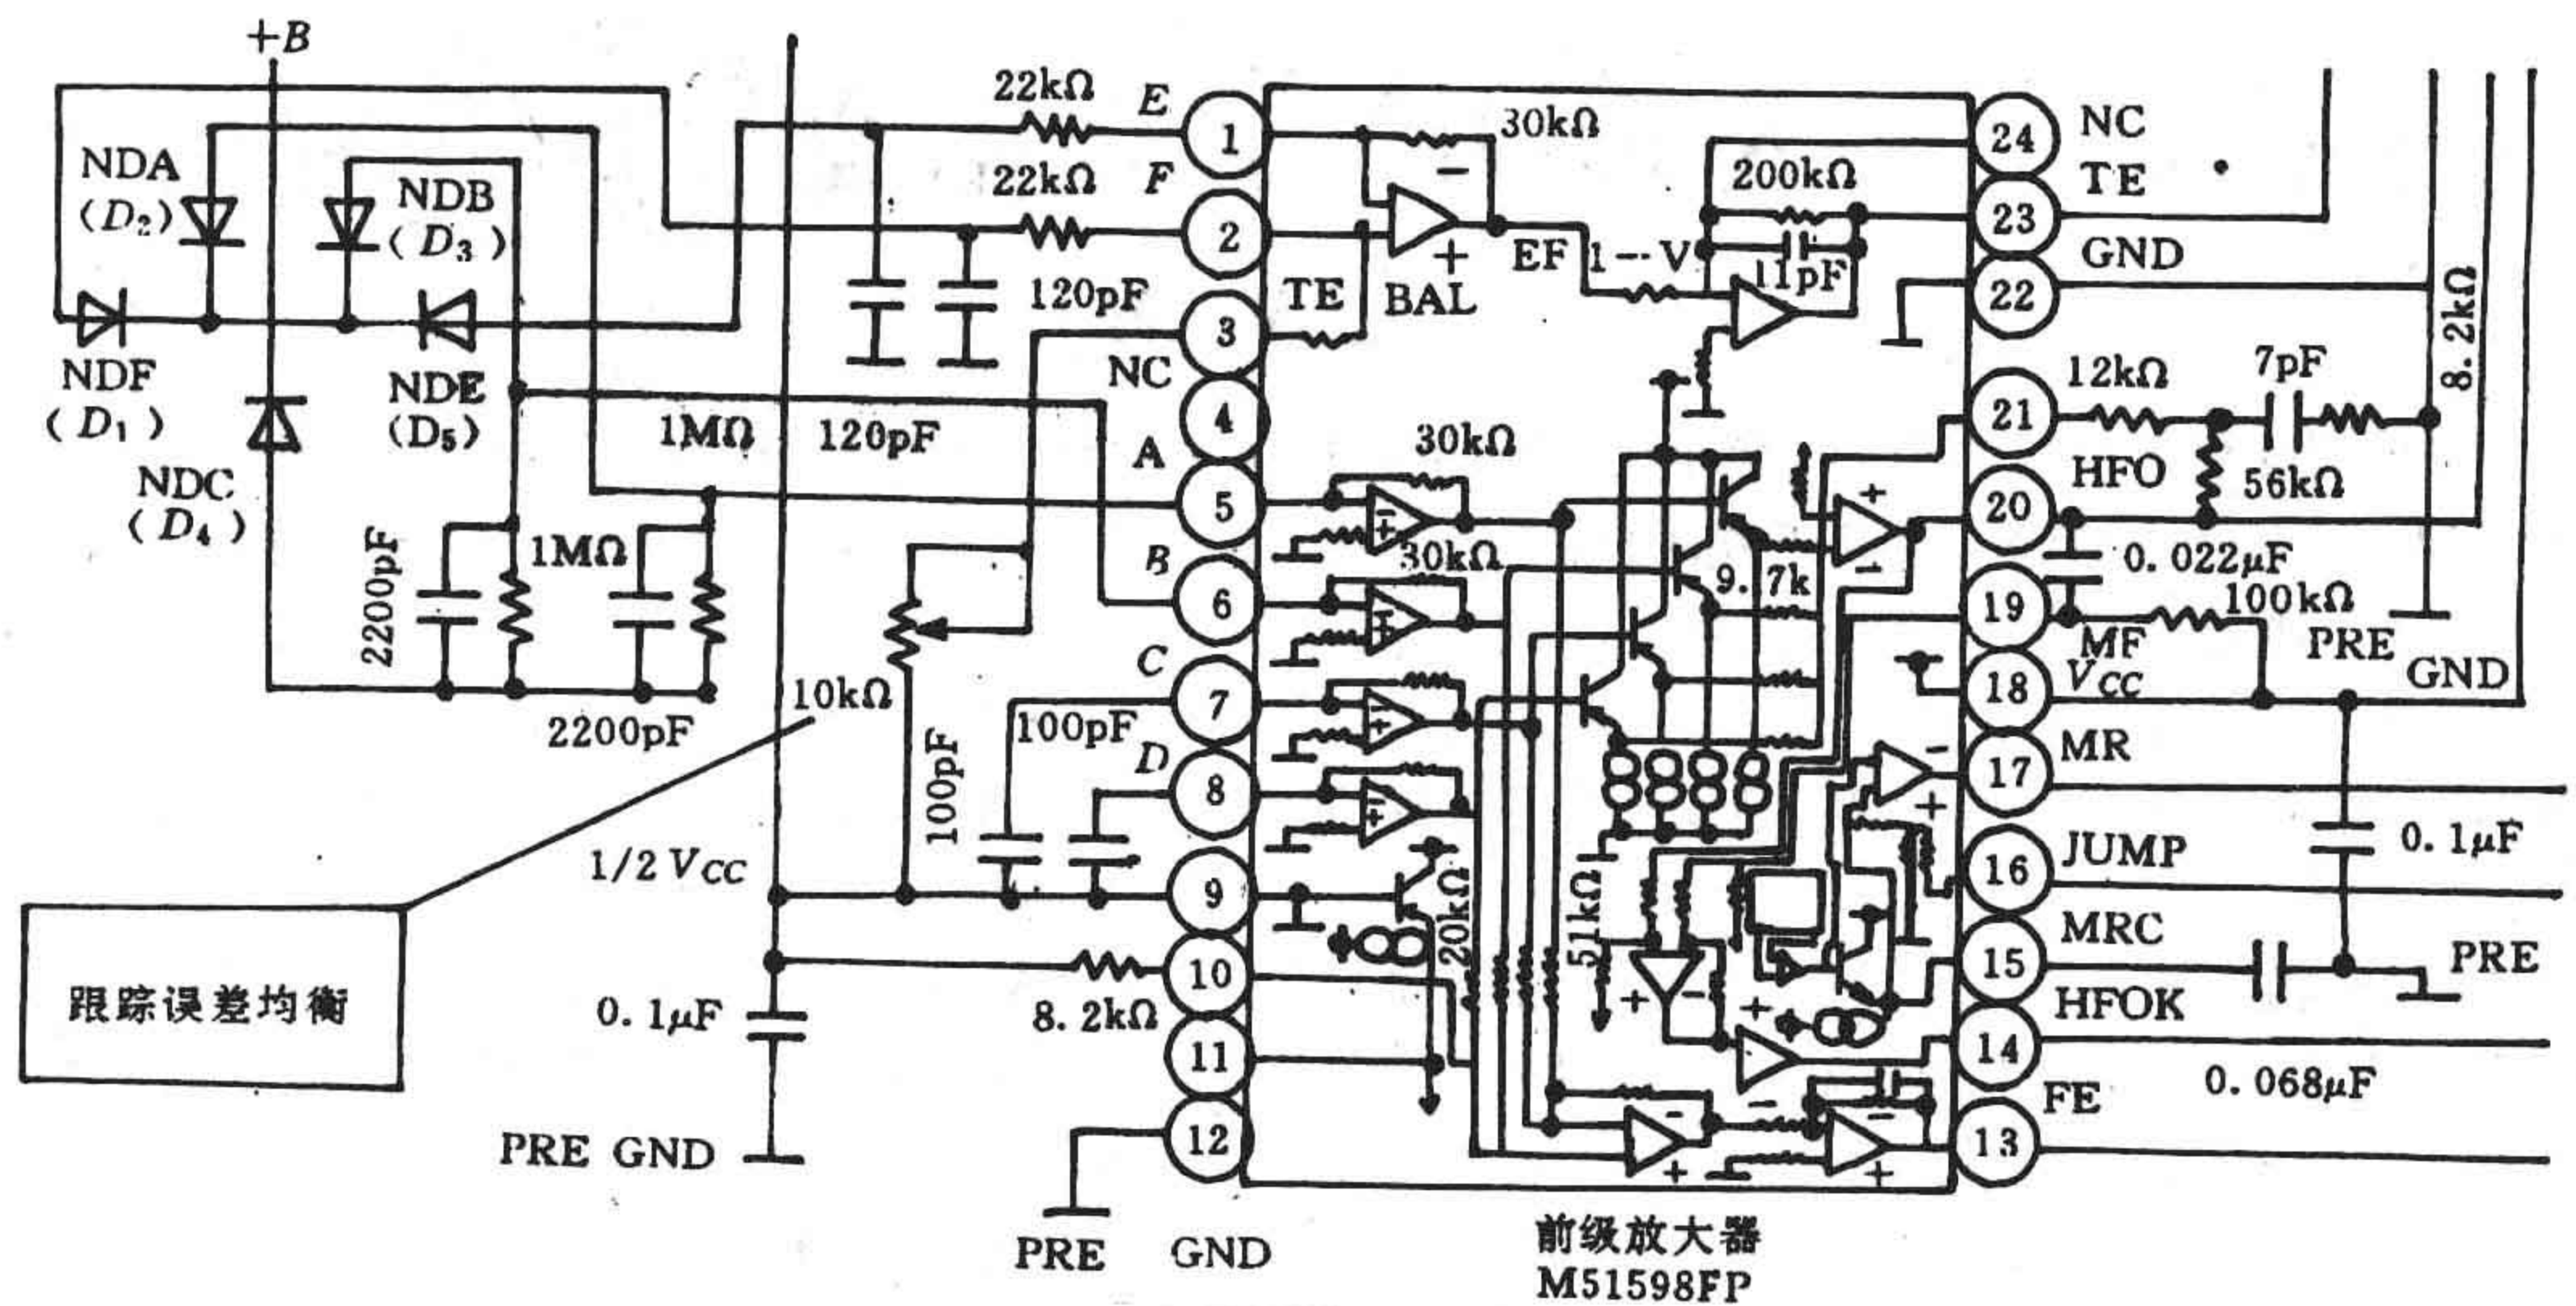
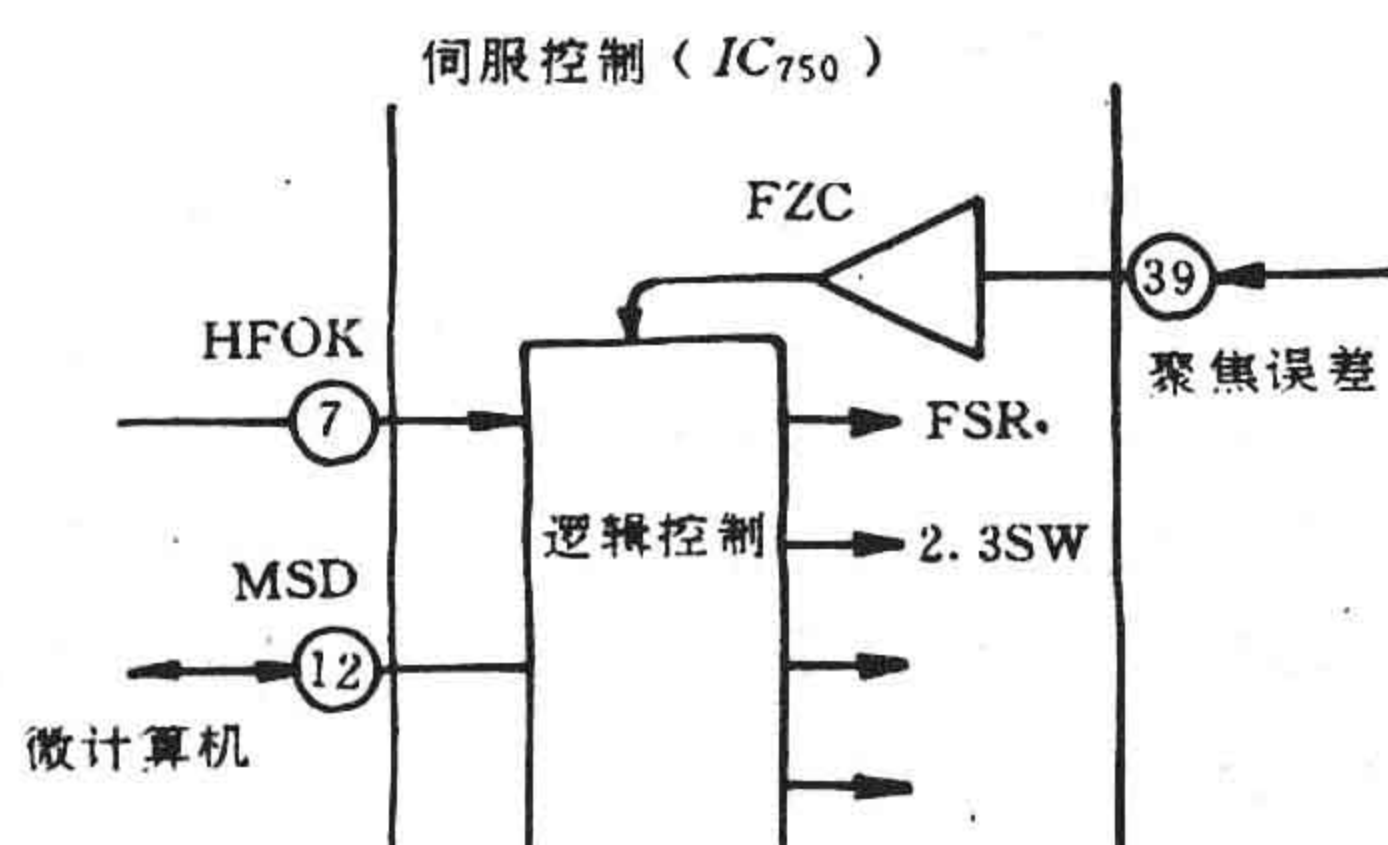
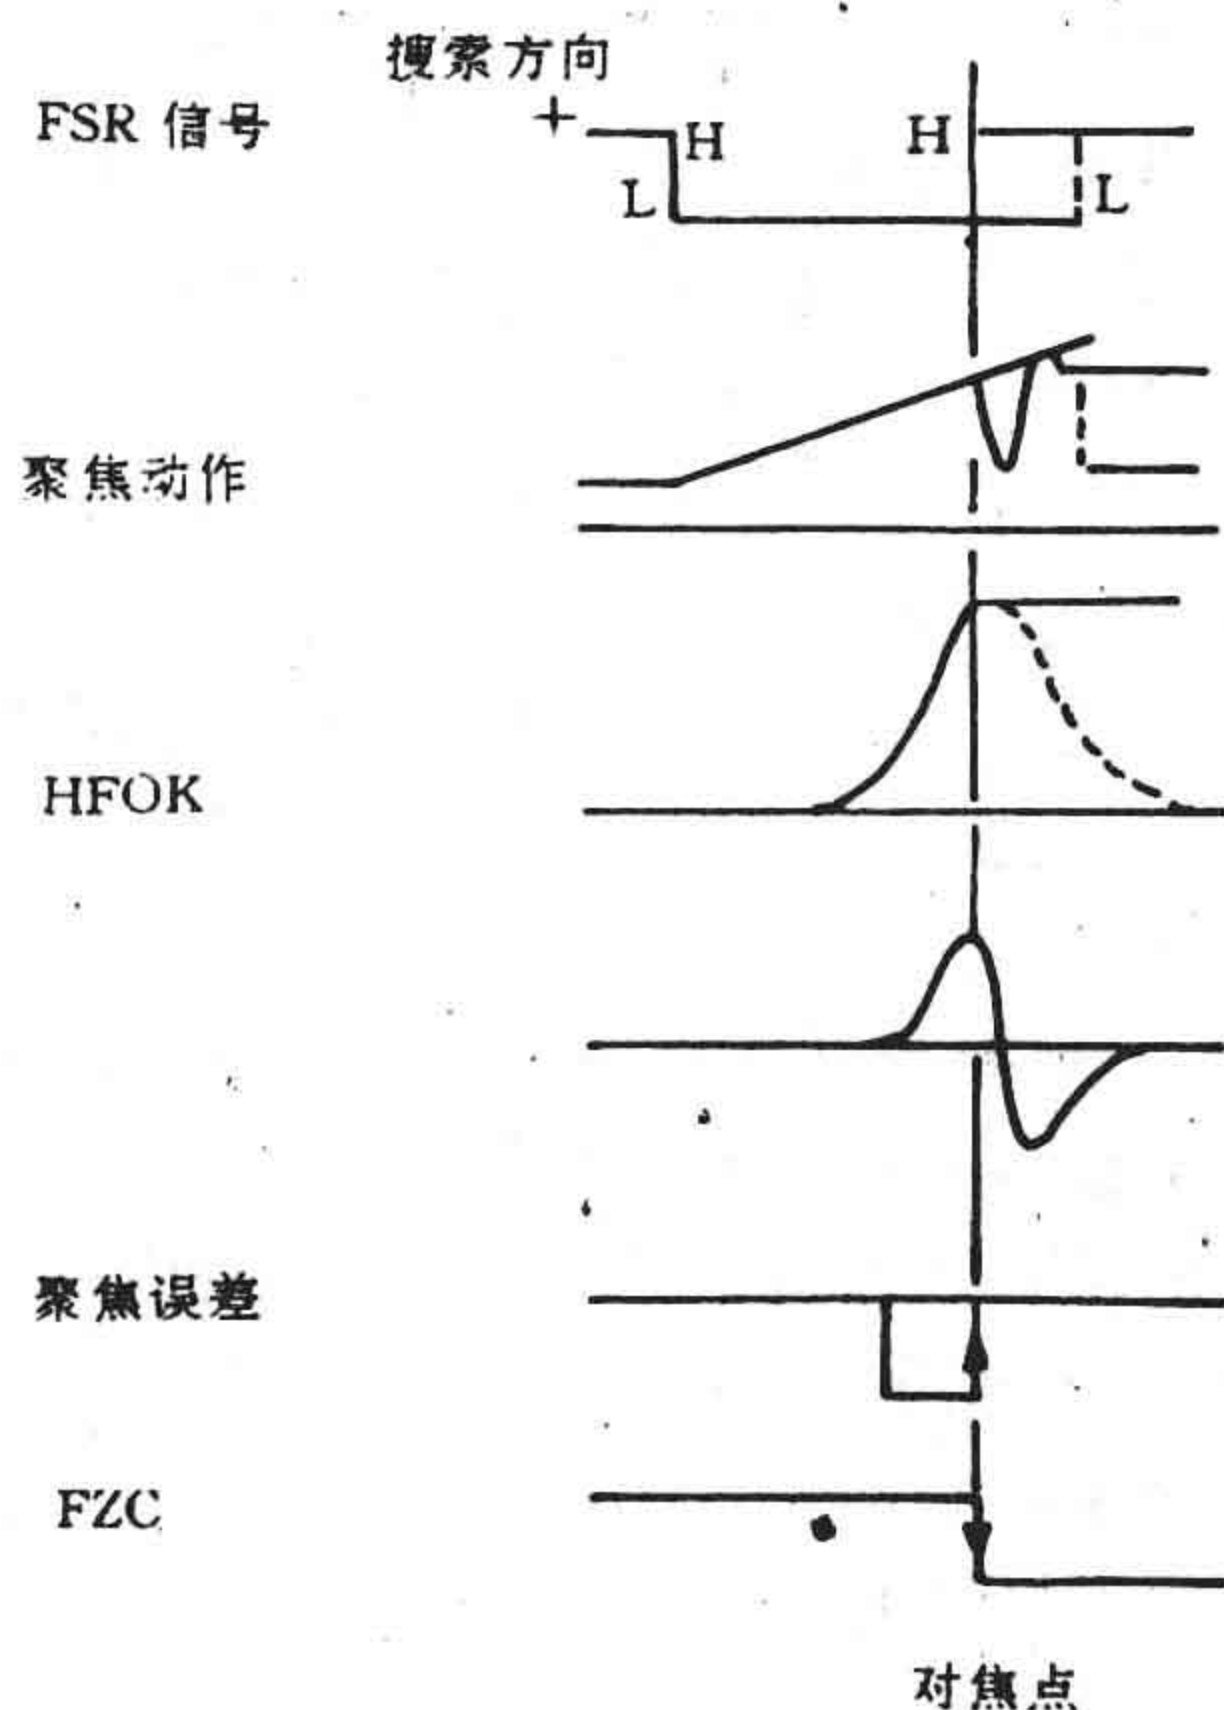

图 17 高频信号检出和前置放大
图 18 对焦点检知
图 19 时间图波形
③ 高频信号检出电路。
高频信号也叫射频信号,此信号由5分划ND(光敏元件)中的 D_2 、 D_3 、 D_4 合成后进行电压输出。如图17所示,首先 $(D_2 + D_4)$ 与 $(D_3 + D_4)$ 的电压分别输入到前级放大器的⑤、⑥两脚。前级放大器与检取放大器构成一体(以MV-K7000为例),由于前级放大器的输入阻抗高,故可减轻从配线混入的外来噪声。⑤、⑥脚的信号在前级放大器内部相加后成为高频信号 $(D_2 + D_3 + D_4)$,从HFO②脚输出送入信号处理单元。
④ 过零检出电路。
聚焦的对焦点要用两个信号来实现,如图18所示,所说的两个信号是指HFOK为“H”(高电平),而在集成电路内部FZC为跳升(↑)或跳降(↓),这两个信号输入到内部逻辑控制单元,进行聚焦的对焦点检知。为了使聚光到碟片上的光点最小(直径约为 $1\mu\text{m}$)和对坑点的判别明确,要使所取得的HF(高频)信号最大。HFOK信号将HF信号加到比较器中得到的,FZC是以输入到伺服控制 IC_{750} ⑳脚的聚焦误差电压为基础,在集成电路内部形成的。时间图的波形如图19所示。(待续)